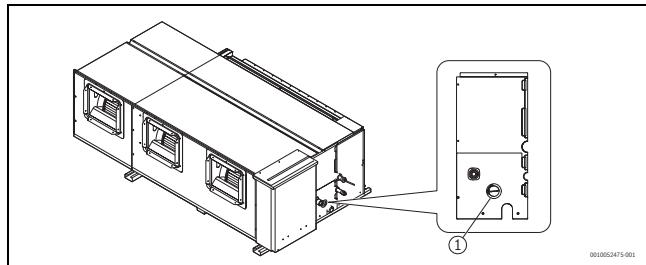

Bild 27
- Testkappe abnehmen (→ Abb. 27). Die Kappe am Gerätgehäuse muss während des Ablauftests abgeschraubt sein, um zu prüfen, ob die Ablaufpumpe eingeschaltet wird und ob ein Problem mit der Ablaufpumpe vorliegt.